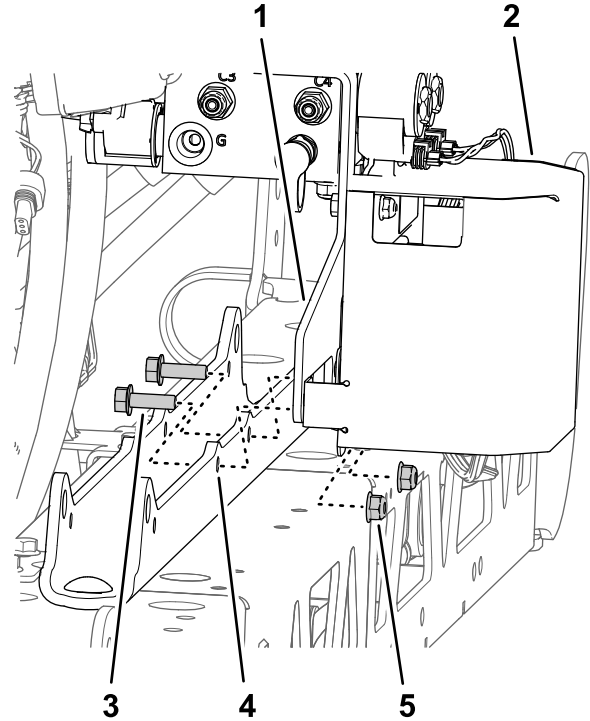

Figure 95
- B. Fixez la patte de support et le support du contrôleur TEC au support de vérin (Figure 95) à l'aide des 2 boulons à embase (5/16 x 1") et des contre-écrous à embase (5/16") que vous avez retirés à l'opération 1 de Dépose du collecteur de levage de section de la section de pulvérisation centrale \(page 22\).